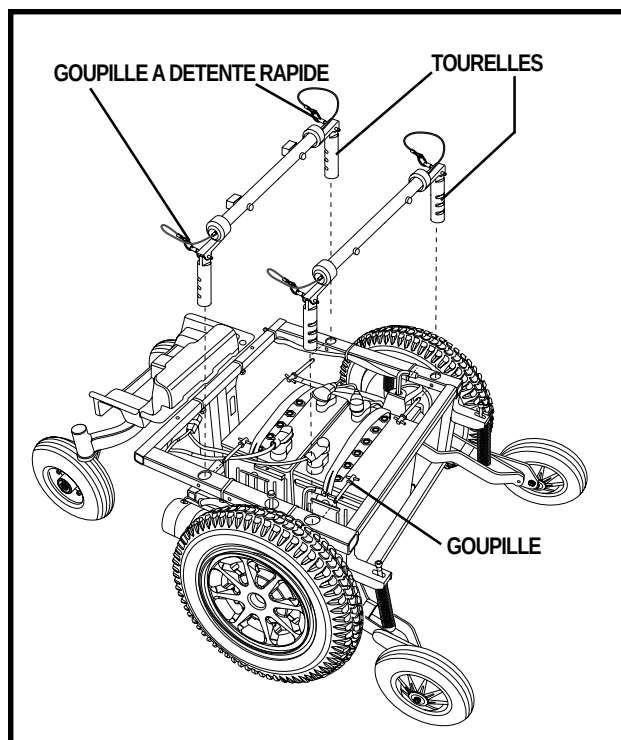

Figure 17. Réglage de la hauteur (Capot retiré)
6. Retirez les goupilles à détente rapide des tourelles (avant/arrière) de siège. Voir la figure 17.
9. Retirez les goupilles des quatre tourelles de siège. Voir la figure 17.